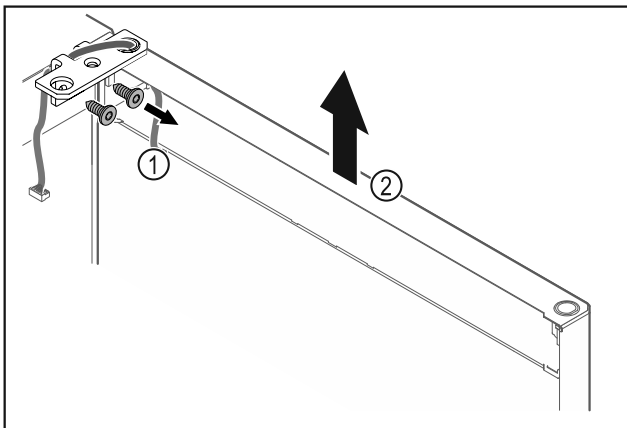

Fig. 16
- Csavarozza le a csuklópántot Fig. 16 (1).
- Az ajtót a csuklópánttal Fig. 16 (2) együtt emelje meg felfelé kb. 200 mm-rel, majd vegye le.